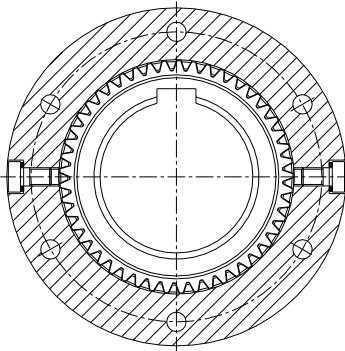

Figura 42: Posición horizontal de los tornillos de engrase
- Gire el acoplamiento hasta que tornillos de engrase (componente 7) estén en posición horizontal (ver figura 42).